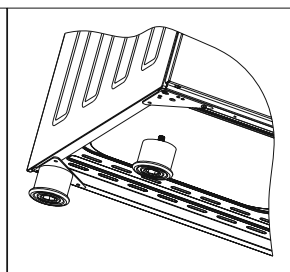

Figura 12
2. Completar el proceso de instalación del pie, enroscando los pies a las tuercas. (Figura 12).